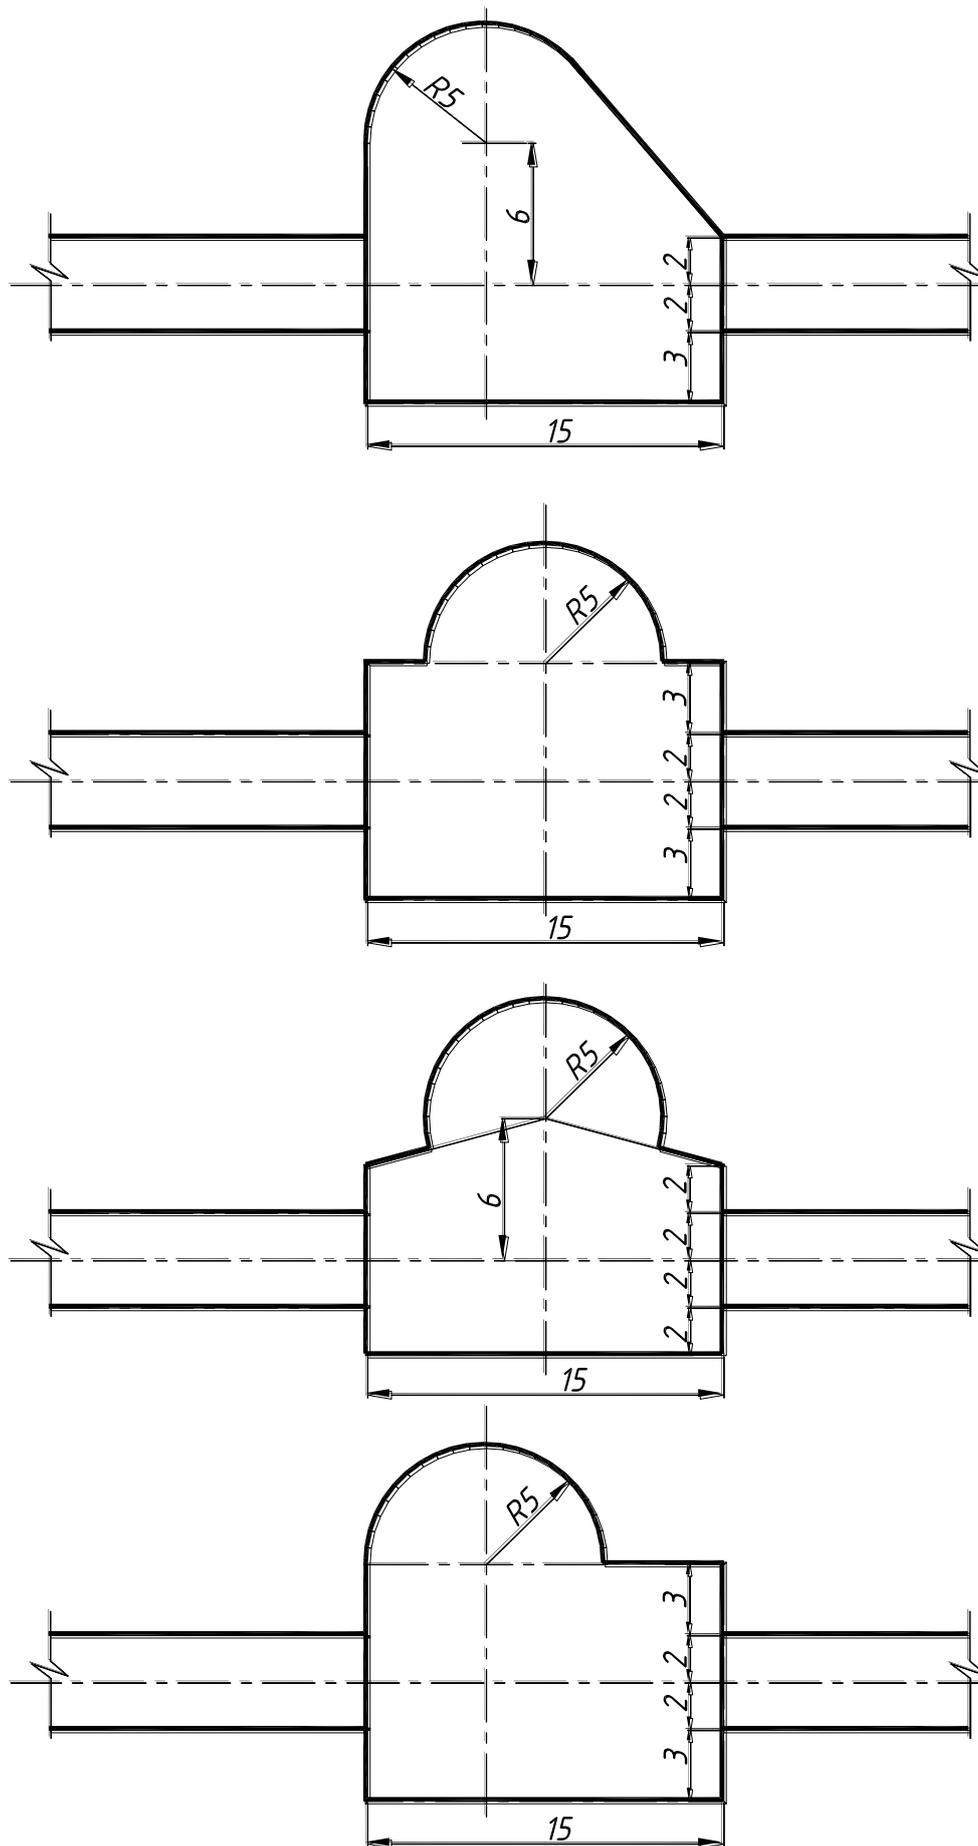

Рисунок 19
5. Вычертить в масштабе 1:200 план земляного сооружения. Размеры водоемов даны на рис. 19.
Вычерчиваем сетку квадратов плана топографической поверхности. Сторона каждого квадрата в натуре равна 10 м, что соответствует 5 см на чертеже при заданном масштабе. Имея задание и сетку, вычерчиваем горизонталы топографической поверхности, контуры дна водоема и каналов, размеры которых выбираем по рис. 19.